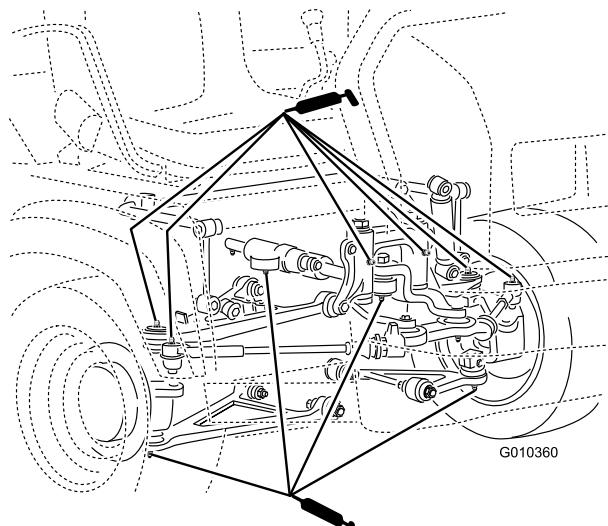

図39
- ・ ボールジョイント4、タイロッド2、ピボットマウント2、ステアリングシリンダ2以上は図39